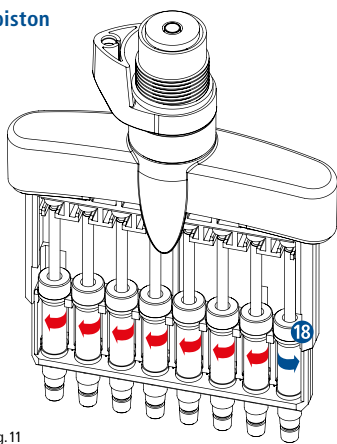

Fig. 11
- L'ensemble de piston **18** peut être dégagé de la fixation en le tournant à l'aide d'une clé Allen (Fig. 11).